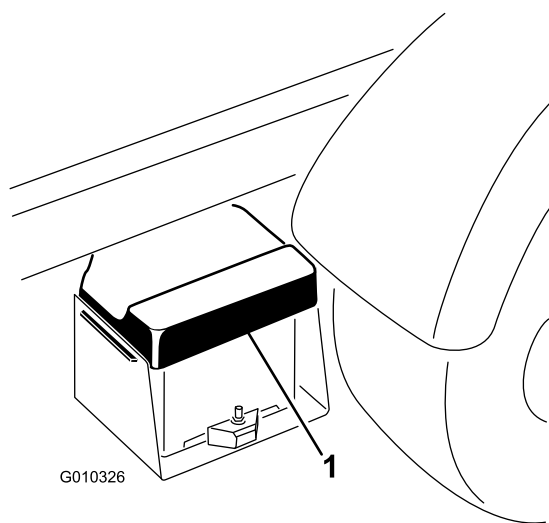

Figura 41
1. Strângeți capacul bateriei pentru a elibera proeminențele de la baza bateriei i scoatei capacul de la baza bateriei (Figura 41).